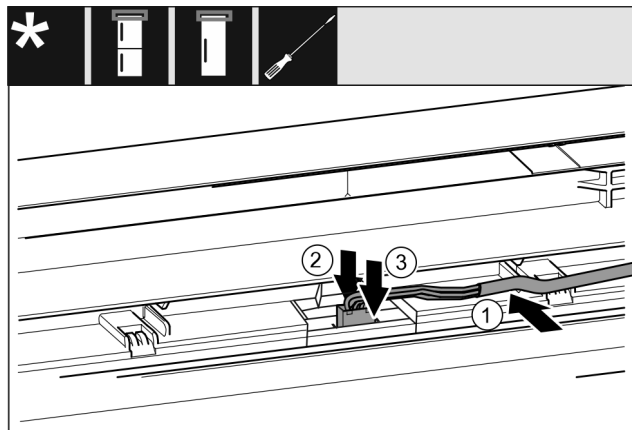

Fig. 33
- ▶ Umetnite sivi kabel u vodilicu u gornjim vratima. Fig. 33 (1)
- ▶ Uskočni jezičac pritisnite prema natrag. Fig. 33 (2)
- ▶ Pustite da utikač uskoči. Fig. 33 (3)